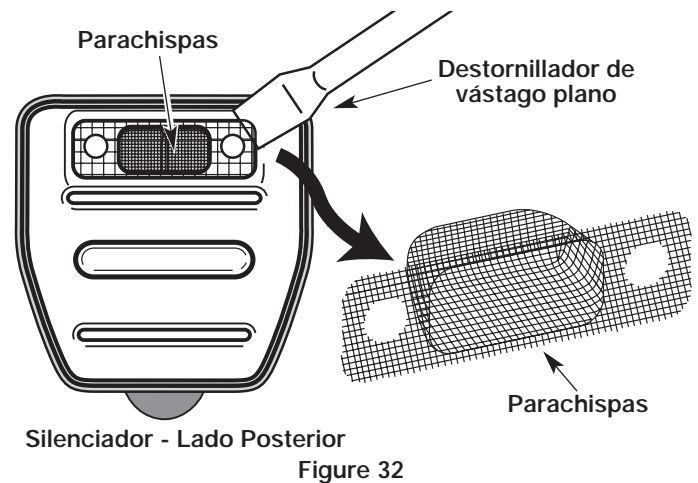

Figure 32
4. Despegue cuidadosamente el parachispas con un destornillador de punta plana del orificio en bajo relieve (Fig. 32). Quite el parachispas del silenciador.
5. Limpie el parachispas con un cepillo de cerdas metálicas. Cámbielo si está dañado o si no lo puede limpiar completamente (Fig. 32).